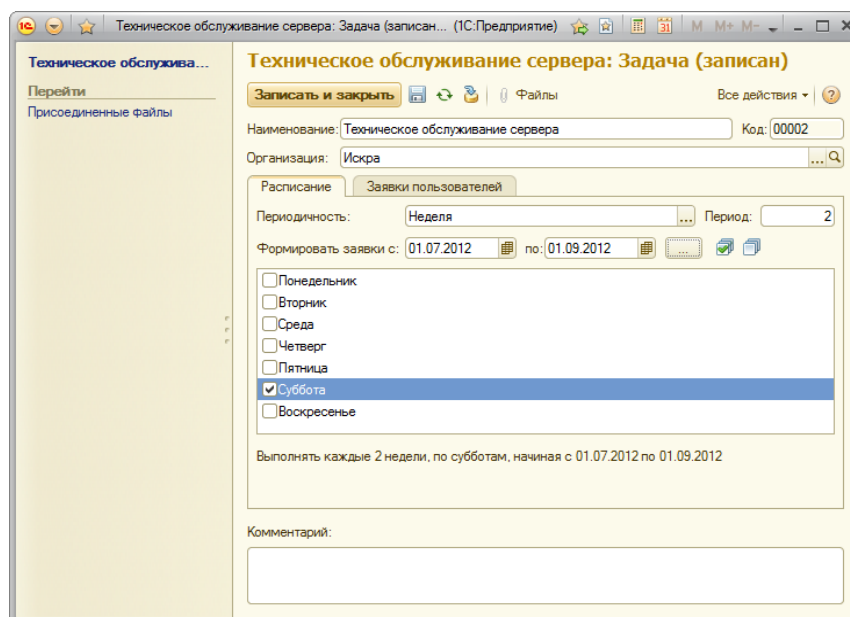

Рис. 1. Задача. Ввод расписания
1. Ввести задачу и на вкладке «Расписание» ввести периодичность, начало и окончание срока (рис.1).